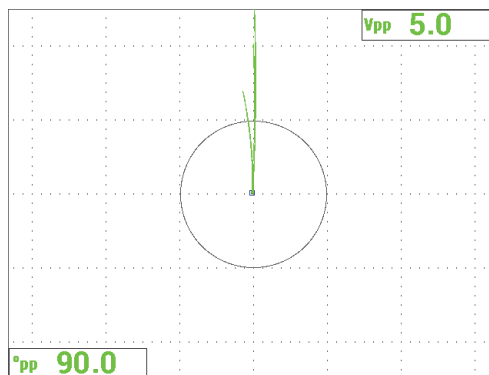

図 5-36 標準試験片をスキャンした後の信号
6. フリーズキー (❄) を押して表示されたデータのフリーズを解除し、全画面 / 次へキー (➡) を押して全画面モードに切り替え、プローブを (プローブの先端の長いほうが続くノッチと垂直になるように) 標準試験片に配置し、A リフトバランスキー (⊕) を押して試験片全体をスキャンします。結果の信号が 153 ページの図 5-36 に表示されています。